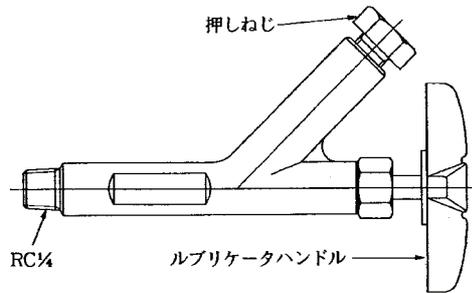

図2-2 ルブリケーター (600#クラス以下)
- 【3】 ルブリケーター付のバルブはグリース注入量を確認します。(図2-2)
- 【4】 グランドパッキンを挿入します。図2-2を参照ください。
- 【6】 グランドパッキンを挿入します。図2-2を参照ください。
【6】 グランドパッキンを挿入します。図2-2を参照ください。